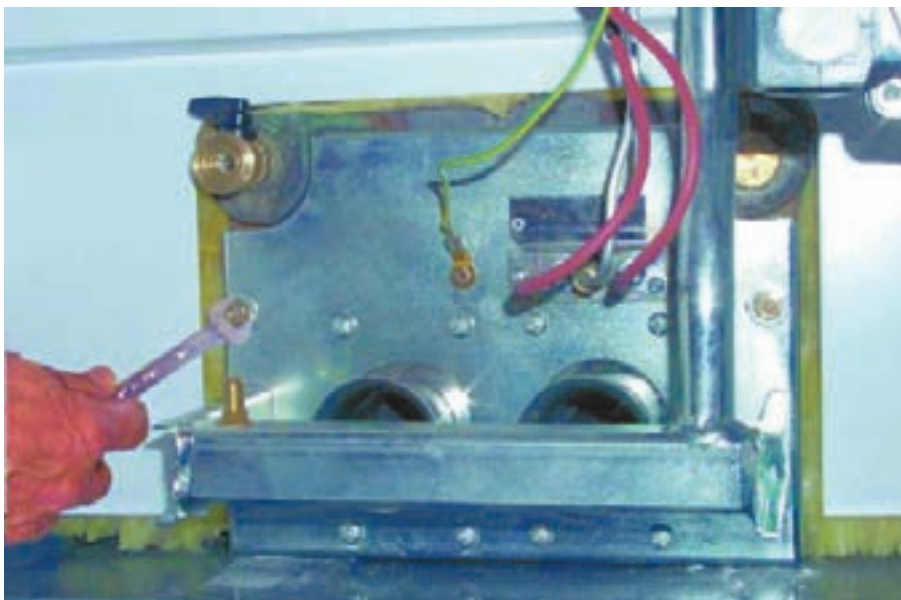

рис. 21 - Демонтаж горелок
- Развинтите две гайки крепления дверцы камеры сгорания к чугунным элементам корпуса котла (рис. 21)